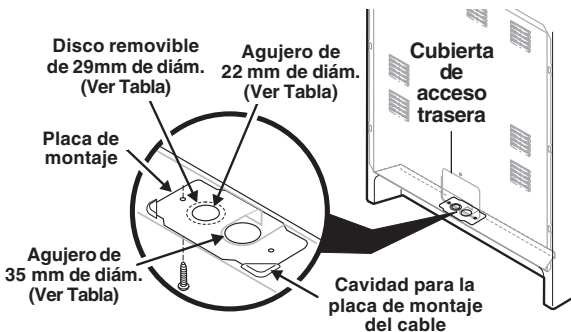

Fig. 9
Consulte la Tabla del Tamaño de la Abertura de Conexión de la Estufa (Figs. 9 y 10) para la información sobre los amperes del juego de cordón. Los bornes en los extremos de los alambres deben ser de anillo cerrado u horquillas abiertas con extremos dirigidos hacia arriba.
Se debe retirar la cubierta de acceso trasera (Fig. 9). Para retirar, afloje el tornillo central (un tornillo) y retire la cubierta de acceso. Así se puede tener acceso al tablero de bornes.
NOTA: La estufa es embarcada de la fábrica con un agujero de 1-3/8" de diámetro como se muestra. Para usar ya sea el agujero de 7/8" de diámetro o los discos removibles de 1-1/8" de diámetro. Ver la Fig. 9.
1. Siga las instrucciones de instalación del fabricante suministradas con el sujetacable e instale (Además vea las Figs. 9, 10 y 11).
5. Asegúrese de que todas las tuercas estén firmemente apretadas y vuelva a colocar la cubierta de acceso trasera (Ver Fig. 9).
3. Asegúrese de que todas las conexiones estén firmemente apretadas y vuelva a colocar la cubierta de acceso trasera (Ver Fig. 9).
5. **(Conexiones permanentes trifilares y tetrafilares)** Asegúrese de que todas las tuercas estén firmemente apretadas y vuelva a colocar la cubierta de acceso trasera (Ver Fig. 9).